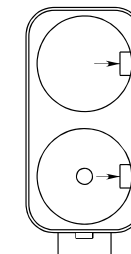

Рис. 4. Отсек батарейный
3.4.1. При разряде элементов питания, необходимо установить новые элементы питания (2 шт.) типоразмера D в отсек батарейный 14 (рис. 5), в соответствии с полярностью, указанной на внутренней стороне крышки отсека. Признаком разряда элементов питания служит отсутствие или значительное ослабление искровых разрядов между свечой и горелкой после начала протекания воды через аппарат (с расходом не менее 2,5 л/мин). Для открытия крышки батарейного отсека необходимо повернуть ручку крышки в положение «ON». Для того чтобы вынуть разряженные элементы питания необходимо отогнуть удерживающие прижимы (показано стрелками на рис. 4).